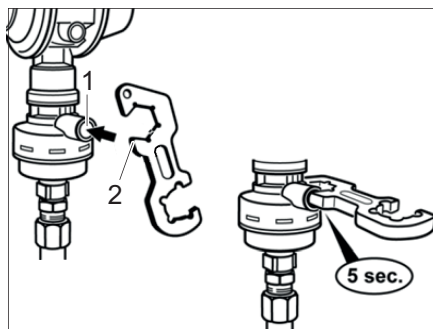

Fig. 247 Sensore di crash
- Con l'ausilio di un cacciavite (Fig. 247,2) o di un oggetto simile adatto, premere il pulsante di sblocco (Fig. 247,1) e tenerlo premuto per 5 secondi.